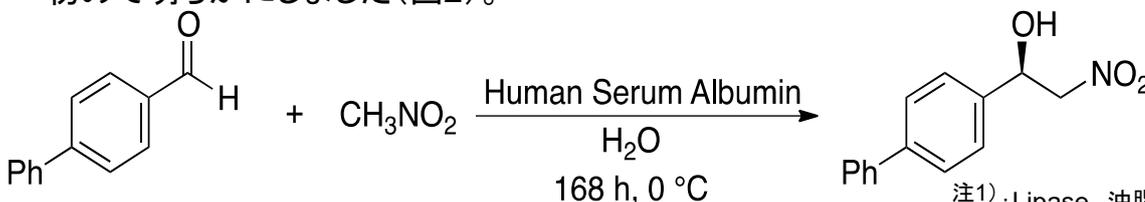

図2 ニトロアルドール反応(ヘンリー反応)
- カルボニル化合物とニトロアルカンを縮合するニトロアルドール反応は、代表的なC-C結合反応の一つとして知られています。ヒト血清アルブミン(HSA)を反応系に添加することで、水中での不斉反応が可能であることを初めて明らかにしました(図2)。